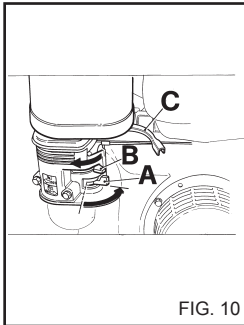

FIG. 10
- 4) Nach dem Anlassen des Motors, den Starthebel in die ursprüngliche Stellung B zurückbringen (Fig. 10).